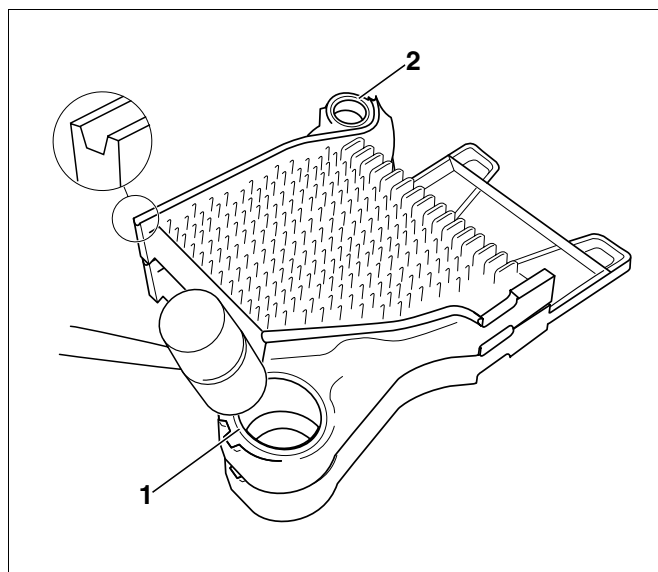

Fig. 12 Elementul de mijloc se fixează de elementul de spate
- Elementul de mijloc cu butucul inferior și superior al cazanului (fig. 12, **poz. 1** și **2**) se fixează la niplurile elementului final.
- Elementul de mijloc se bate cu un ciocan de lemn sau de gumă tare de elementul final (fig. 12).